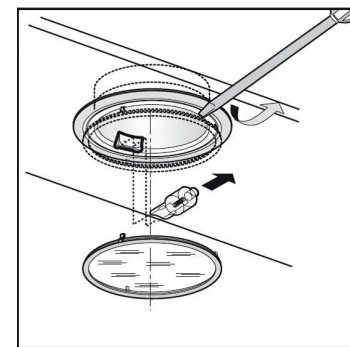

FIGURE 16
2. Retirez les ampoules usagées et remplacez-les par des ampoules aux caractéristiques identiques à celles d'origine : 4 ampoules halogènes de 20 W culot G4, 12 V (**Figure 16**). Pour installer les nouvelles ampoules, évitez le contact avec la peau ; manipulez les ampoules avec un linge.